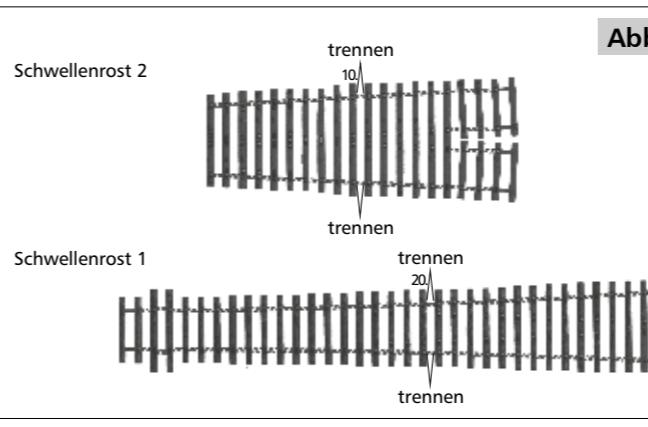

Abb. 1a
- Trennen der Schwellenroste 1 und 2 wie in Abb. 1a dargestellt.
- Separation of the flex sleepers 1 and 2 as illustrated in **Figure 1a**.